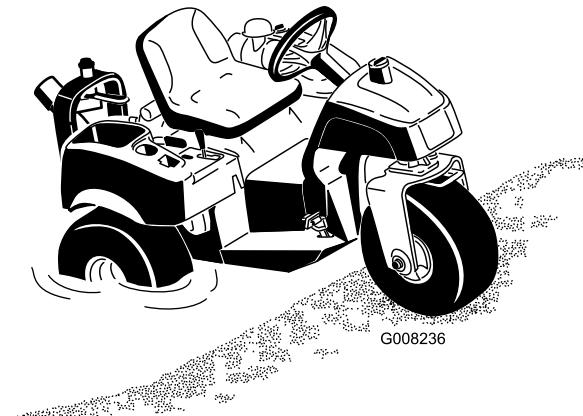

Bild 11
1. Starten Sie den Sand Pro und fahren Sie ihn langsam rückwärts in den flachsten Teil des Bunkers. Fahren Sie nicht in Wasser, das tiefer als die Radnaben des Sand Pro ist (Bild 11).